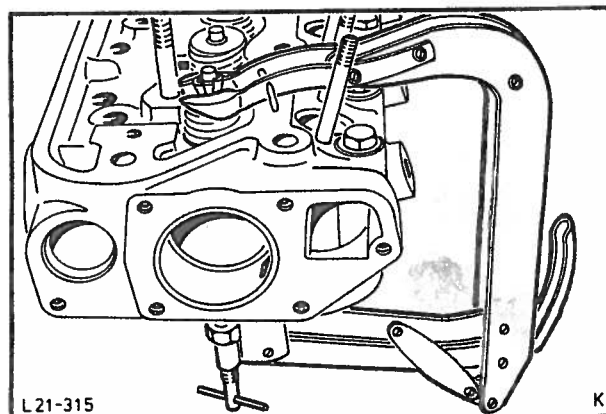

Fig. 132 Press sammen ventilfjæren med en vanlig ventilfjærklemme.
3. Press sammen ventilfjæren med en vanlig ventilfjærklemme, fig. 132. Ta av ventillåsene. Slipp opp ventilfjæren og ta den vekk sammen med ventiltallerknene. Ta vekk oljekasterringen og ventilen. Plasser ventilfjærklemmen på neste ventil og ta ut resterende ventiler på samme måte.